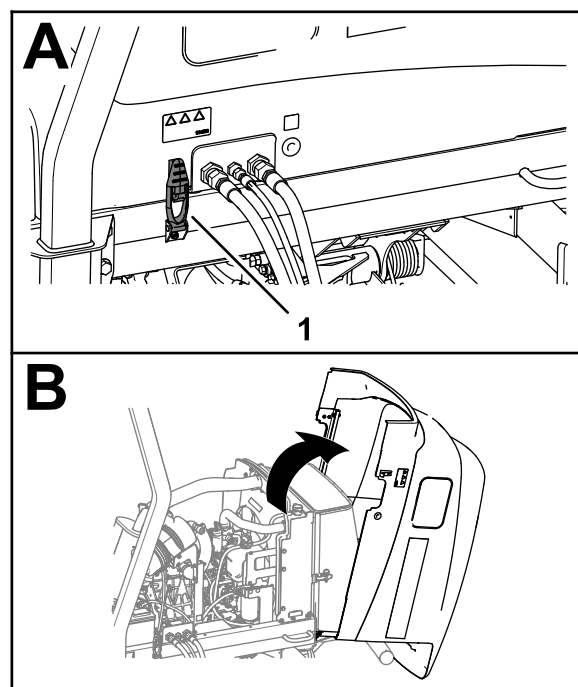

Рисунок 101
1. Разблокируйте 2 защелки капота (Рисунок 101).